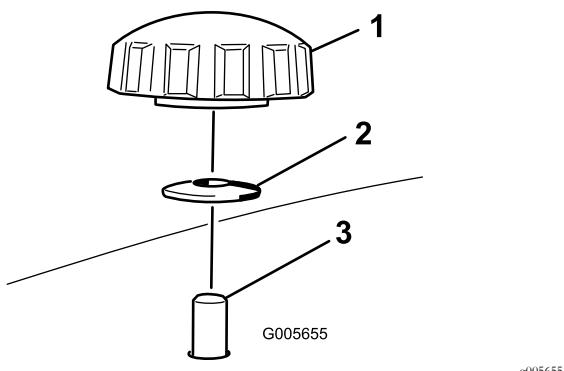
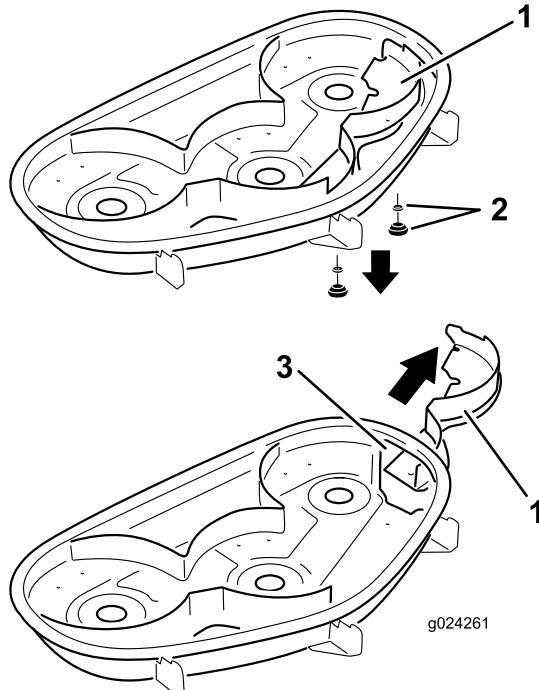

Figura 27
Figura 28
- Retire los 2 pomos y las arandelas curvas que sujetan el deflector derecho al cortacésped (Figura 27).
- Retire el deflector derecho y baje el deflector de hierba sobre el orificio de descarga, según se muestra en Figura 27 y Figura 28.
5. Coloque el deflecto derecho debajo de la carcasa de corte y fíjelo usando 2 pomos y las arandelas curvas (cara ahuecada hacia el cortacésped) según se muestra en Figura 27 y Figura 28.